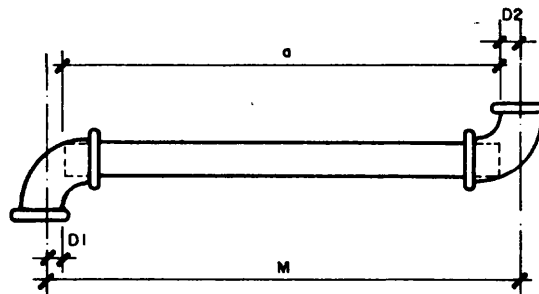

Fig. 4
1. Dada la medida " $M$ " entre ejes de las conexiones, determinar la medida " $a$ " deseada, de la manera siguiente (fig. 4).